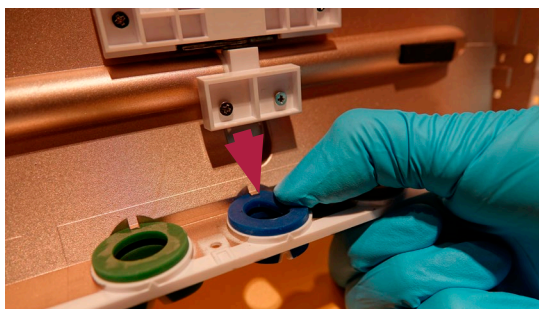

Figur 19 Farveangivelsen på VDI-kortet skal stemme overens med farveringen
e) Sørg for, at farveringen på bagbeklædningen har samme farve som angivelsen på VDI-kortet (figur 19)
Vær opmærksom på, når bagbeklædningen monteres igen, at de farvede prikker på VDI-kortet (figur 19) stemmer overens med farverne på de farveringe, de placeres ved.